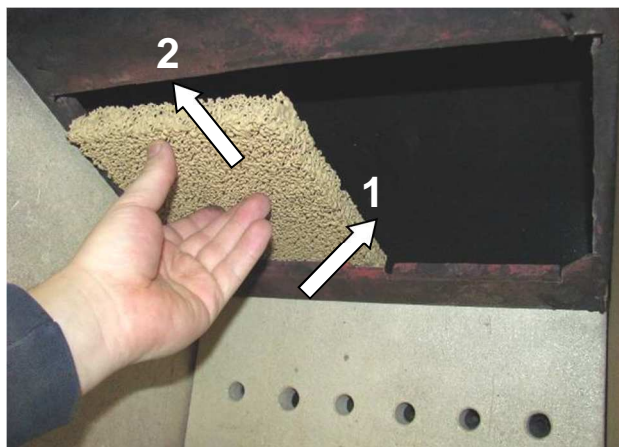
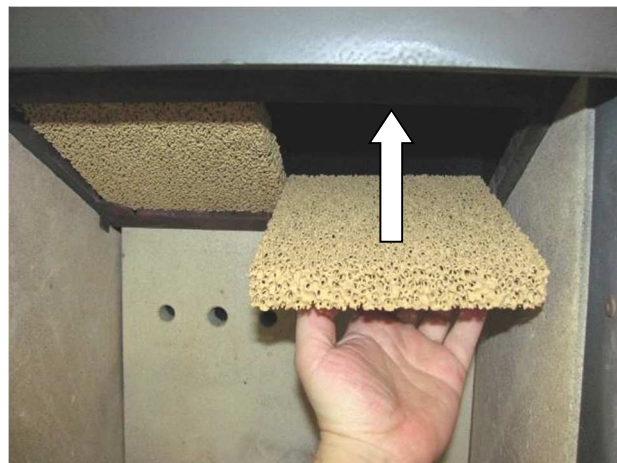

Abb. 10: Montage HiClean-Filter®
Abb. 11: Montage HiClean-Filter®
1. Eine HiClean-Filter® Platte über den Filterhalter hinten in den Feuerraum positionieren (Abb. 10). Danach nach vorne in die Endposition bringen, so dass die Platte auf der Halterung aufliegt (siehe Abb. 11).